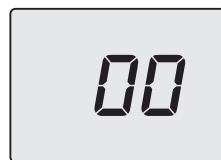

Рисунок 8.4
- Прокрутите различные параметры при использовании кнопок 13 (назад) или 15 (вперед) до появления на ЖК-дисплее надписи **P02** (Выбор типа газа), чередующейся со значением параметра (Рисунок 8.4).
изменения значения (возврат к предыдущему уровню Рисунок 8.4).